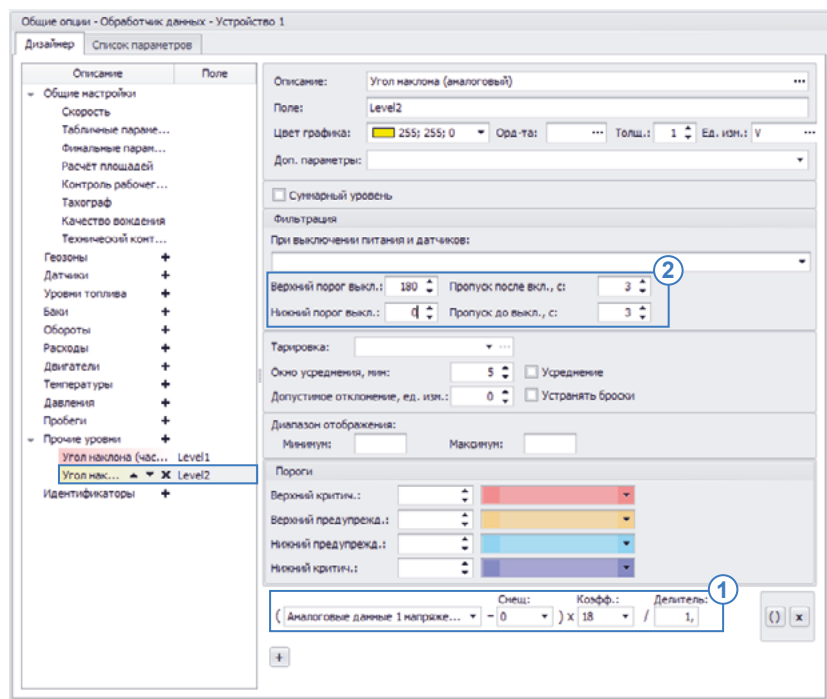

Рис.32. Пример настройки аналогового входа 1 контроллера АвтоГРАФ для подключения датчика ТКАМ.
- создайте выражение для получения показаний напряжения с аналогового входа 1 контроллера и пересчета этих показаний в углы наклона (**Рис.32, п.1**). Пересчет частоты в угол наклона выполняется по формуле, заданной для датчика ТКAM:
- настройте фильтрацию показаний угла наклона, выходящих за пределы возможного диапазона. Датчик ТКAM осуществляет измерение угла наклона в диапазоне от 0 до 180 градусов. Т.е. все значения вне этого диапазона можно считать ошибочными (**Рис.32, п.2**);